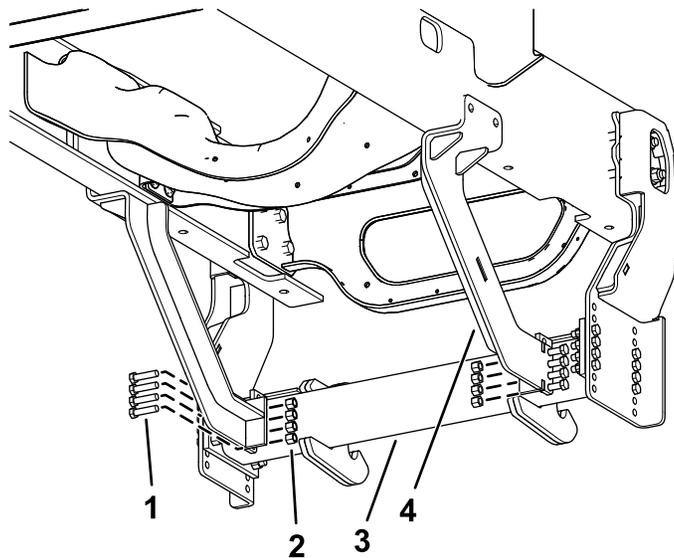

Bild 3
6. Befestigen Sie die Haltewinkel mit acht Schrauben ($\frac{1}{2}$ " x 2") und acht Muttern ($\frac{1}{2}$ ") am Schubrahmen, wie in Bild 3 dargestellt.